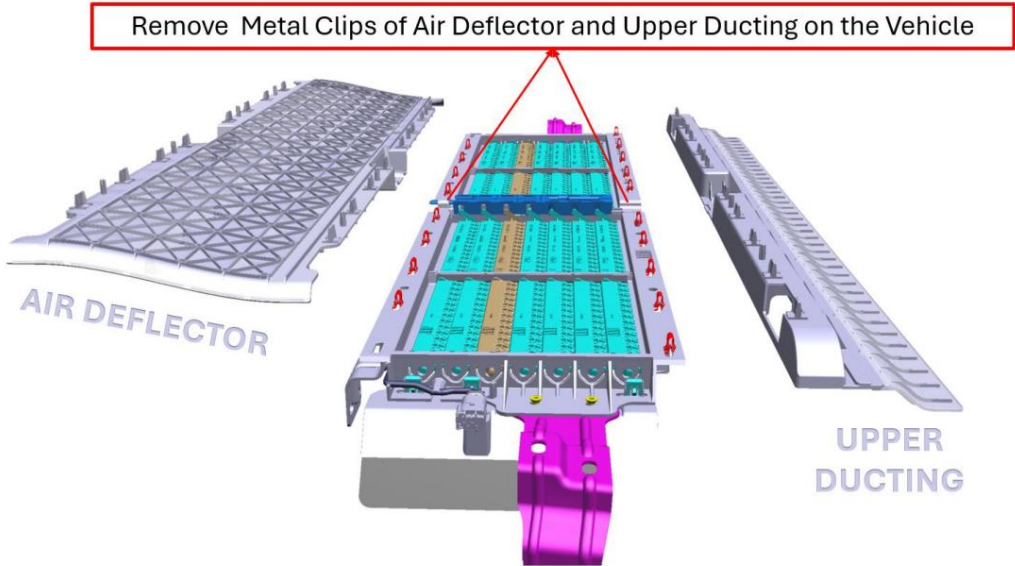

Figure 11 : Séparation des parties supérieures du conduit et du déflecteur d'air de l'AGS supérieur.
18. Placez l'AGS retiré du véhicule horizontalement sur une table et séparez les parties supérieure et centrale du corps de l'AGS. Les pièces sont reliées entre elles par des clips métalliques et peuvent être retirées à la main. (Figure 11, Figure 12)